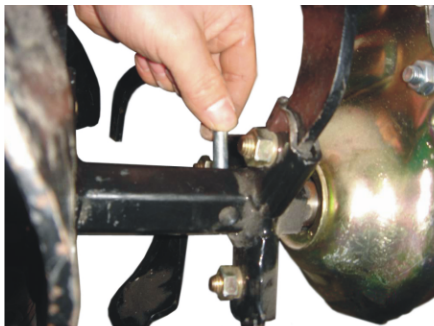
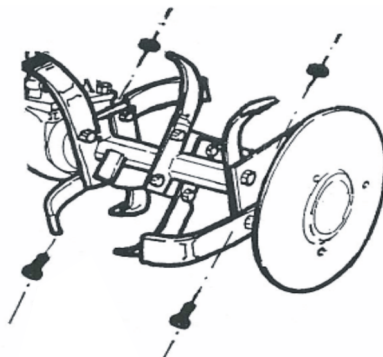

Рис. 9
Рис. 10
6. Установите собранные фрезы на вал редуктора с помощью болтов и гаек, которые прилагаются в комплекте (Рис. 9, Рис. 10).